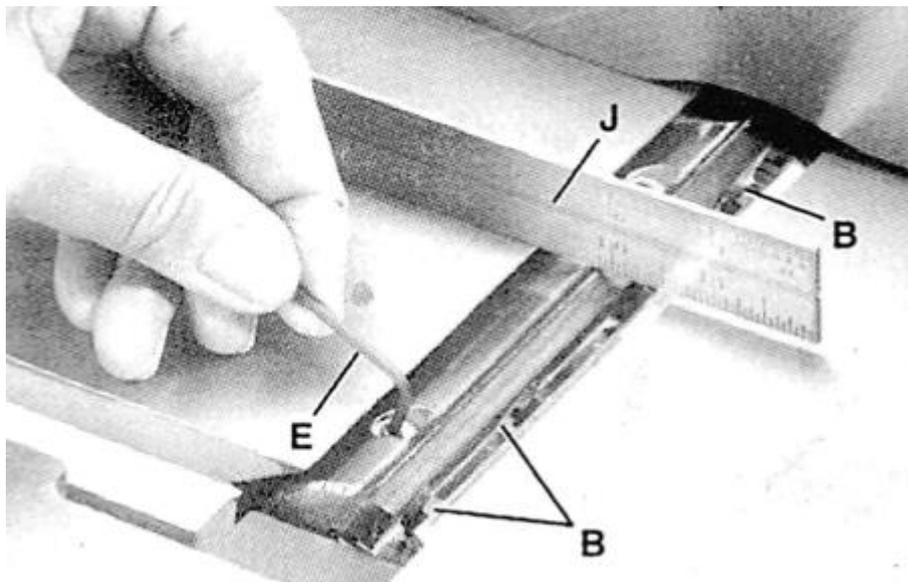

Рис. 61 Настройка резцов
12. Опустите загрузочный стол и установите линейку (J) – Рис. 61 на приемный стол, как показано на рисунке.
13. Вручную поворачивайте режущую головку, пока резец не будет находиться в самой высокой точке. Для того чтобы поднять резец, используйте ключ (E) – Рис. 61. Поворачивайте подъемный винт по часовой стрелке, пока резец не будет касаться линейки (J) и центра режущей головки при нахождении в наивысшей точке. Если вы уверены в правильной настройке резца, затяните четыре стопорные винта (B) против часовой стрелки.